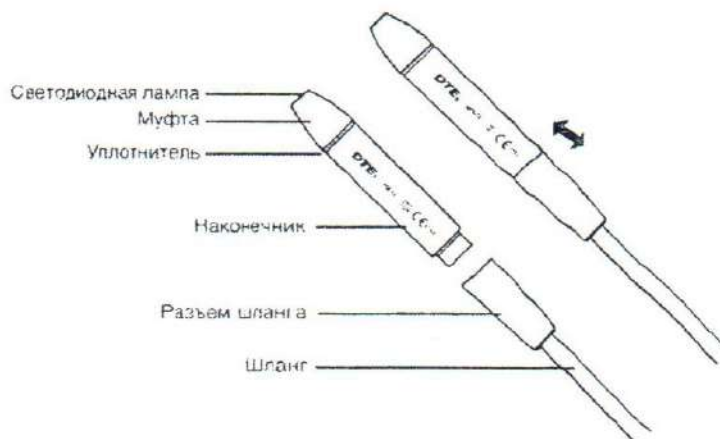

Рис. 2
2.2.1. Описание основных компонентов съемного наконечника (см. рис. 2)